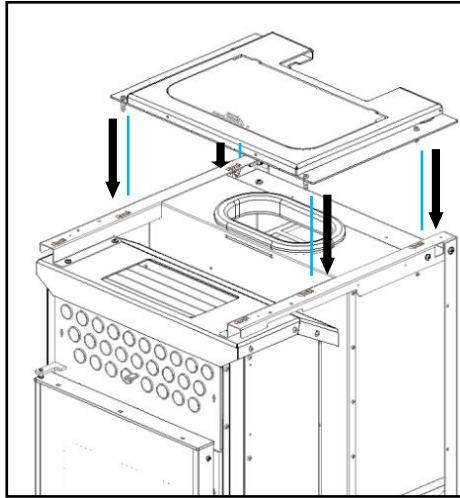

Figure 84 - Installation du couvercle supérieur
a) Placer le couvercle supérieur comme représenté sur la Figure 84. Afin d'assurer son bon positionnement, il contient quatre chevilles dessous, qui doivent se clipser dans les « ressorts » qui se trouvent sur la structure.